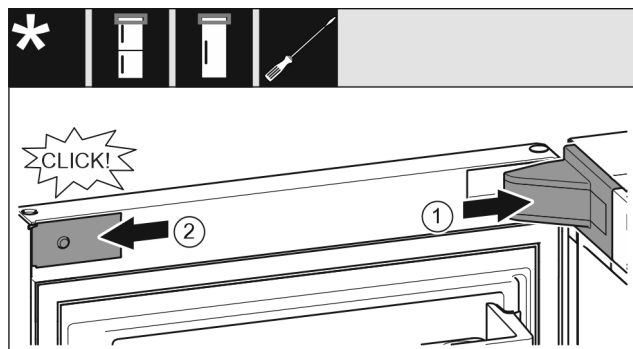

Fig. 20
- ▶ Anbring hængselkonsollens afdækning, og sørg for, at den går i indgreb, tryk den eventuelt forsigtigt fra hinanden. Fig. 20 (1)
- ▶ Sæt afdækningen på i siden i, og lad den gå i indgreb. Fig. 20 (2)